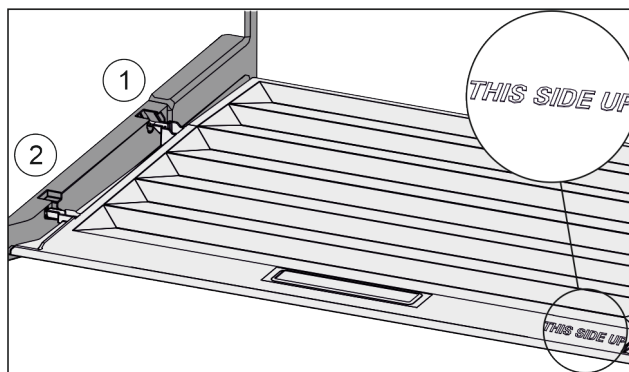

Fig. 125
- ▶ Ramiona pokrywy wprowadzić ponad otworem tylnego uchwyty Fig. 125 (1) i zażebić z przodu w uchwycie Fig. 125 (2).